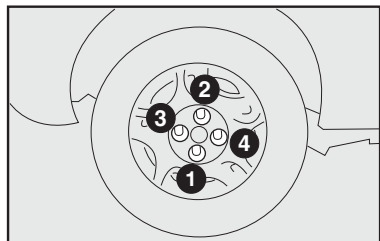

fig. 9
12) apertar bem os parafusos, passando alternadamente de um parafuso ao outro diagonalmente oposto, de acordo com a ordem ilustrada na **fig. 9**;